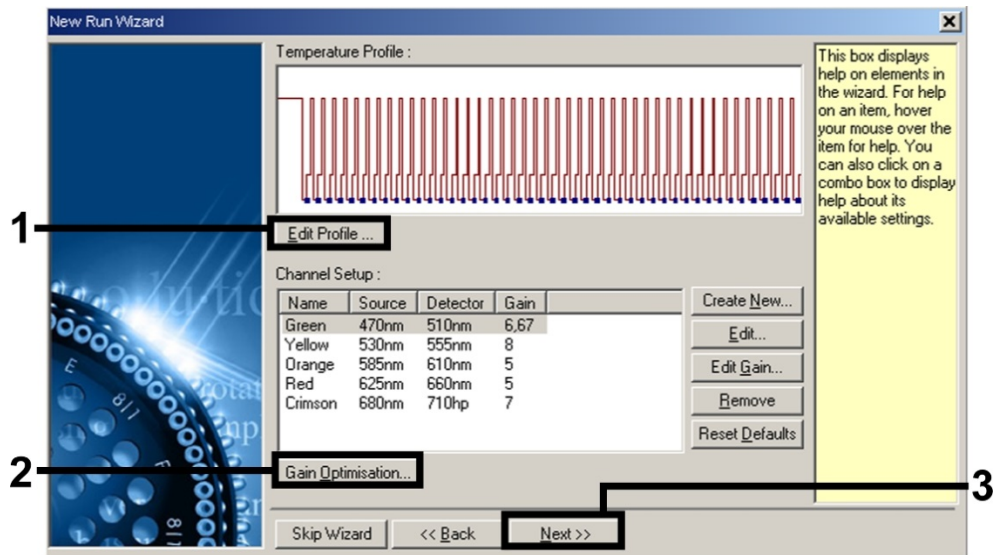
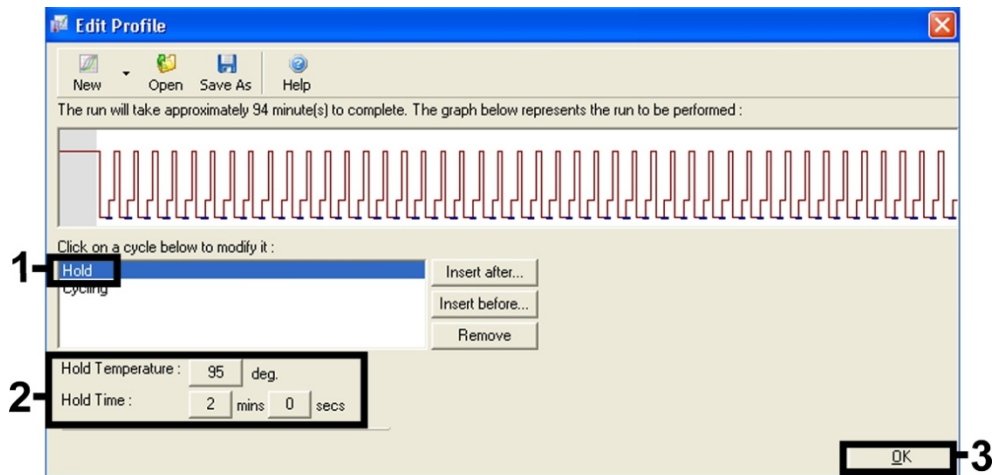

Abbildung 3. Bearbeiten des Profils.
Abbildung 4. Initiale Aktivierung des Hot-Start-Enzyms.
Initiale Aktivierung des Hot-Start-Enzyms	Abbildung 4
9. Klicken Sie im nächsten Dialogfeld **New Run Wizard** (Abb. 3) auf die Schaltfläche **Edit Profile** (Profil bearbeiten) und programmieren Sie das Temperaturprofil wie in Abb. 4 und 5 gezeigt.
10. Der Messbereich der Fluoreszenzkanäle muss auf die Fluoreszenzintensitäten in den PCR-Röhrchen abgestimmt werden. Klicken Sie im Dialogfeld **New Run Wizard** (siehe Abb. 3) auf